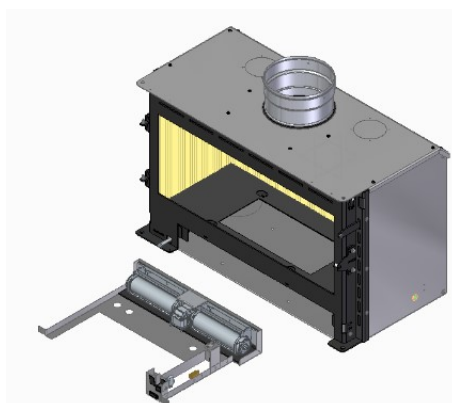

Figura 47 – Desmontaje del kit de ventilación
d. Una vez retiradas todas estas piezas, se puede retirar el kit de ventilación de la unidad, véase la Figura 47. Para volver a montarlo, deberá proceder con el proceso de montaje inverso.